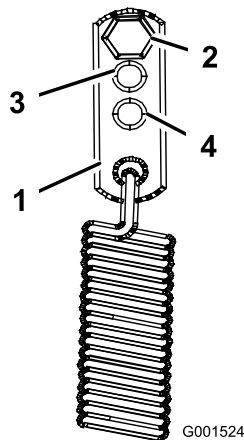

Bild 39
3. Versetzen Sie die Federanker-Lenker für eine schwierige Fahreinstellung in die mittlere oder schwere Stellung (Bild 39). Die Federanker-Lenker sind an der hinteren oberen Ecke der Hydraulikantrieb-Schutzbleche an der rechten und linken Seite der Maschine befestigt.